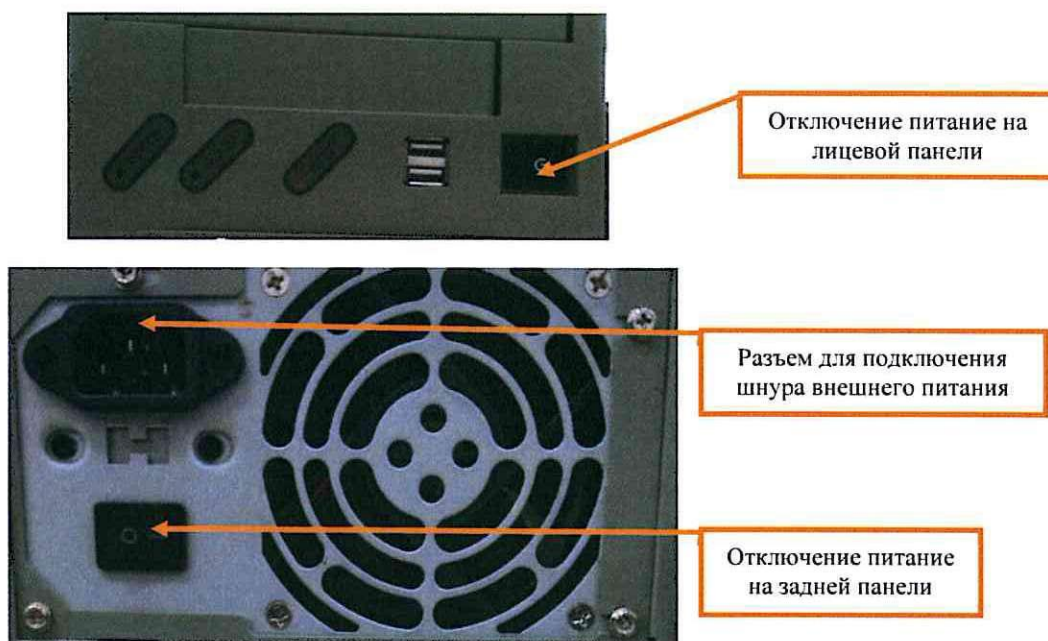

Рисунок 2. Отключение питания системного блока.
7.1.3 Отключить питание на лицевой и задней панели системного блока, изъять шнур для подключения питания из розетки «220В», затем из разъема на системном блоке (Рисунок 2).
7.1.16 Подключить разъем внешнего источника питания к системному блоку, затем вставить вилку шнура кабеля питания в розетку «220В». Нажать тумблер подачи питания сначала на задней панели системного блока, затем на лицевой панели системного блока (Рисунок 2).